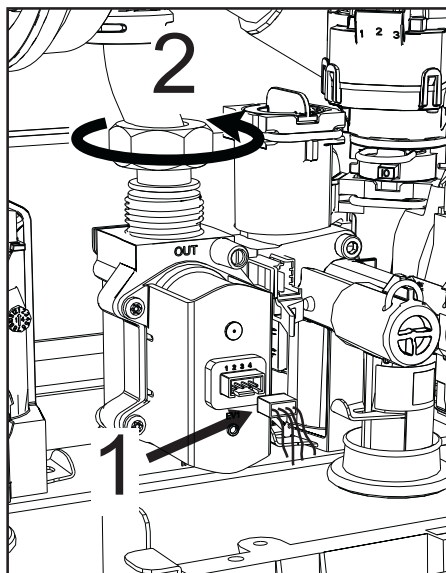

fig. 44
- Scollegare i connettori elettrici “1” (fig. 44).
- Scollegare il tubo di alimentazione gas “2” (fig. 44)